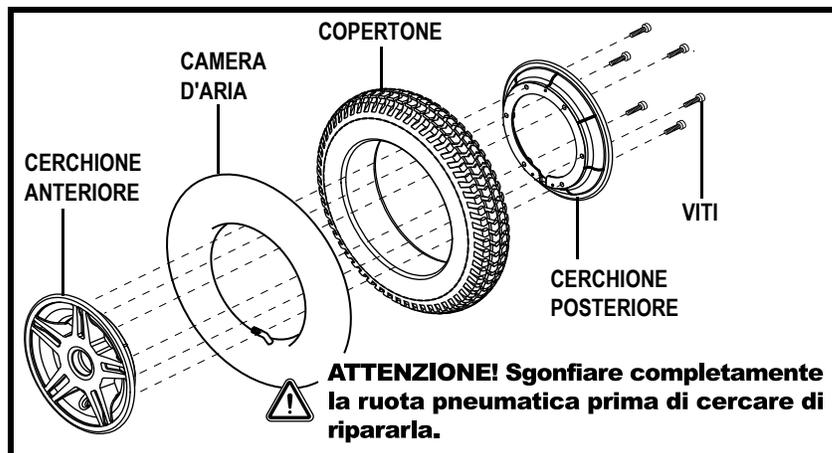

Figura 22. Ruota Motrice smontata della Quantum 614
6. Rimuovere le viti che fissano le due metà del bordo insieme. **Vedere la figura 22.**